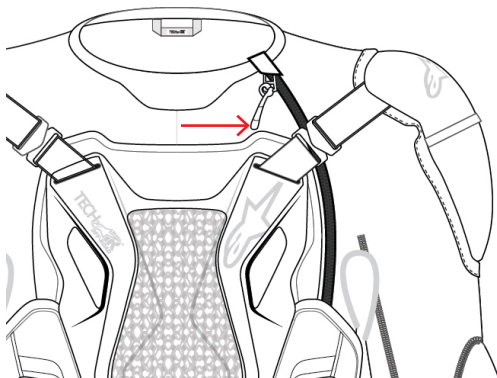

Figure 8 : Mise en marche du système par la fermeture du Zip d'activation (1)
Pour utiliser le système Tech-Air[®] Off-Road, l'utilisateur doit simplement mettre/porter le système et fermer le zip d'activation (1) de bas en haut (Figure 8).